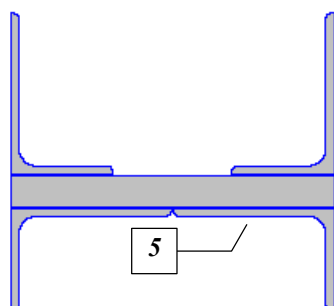

Рис. 57. Окончательный результат после установки четвертого уголка
- ✎ нажать кнопку **Поставить**; уголок [5] займет положение, показанное на рис. 57.